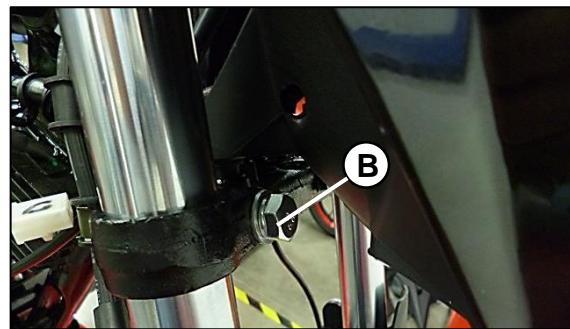

Fig. 03.1
Desensamble e inspeccione los tornillos de la horquilla superior (A) Fig. 03 y la inferior (B). Fig. 03.1